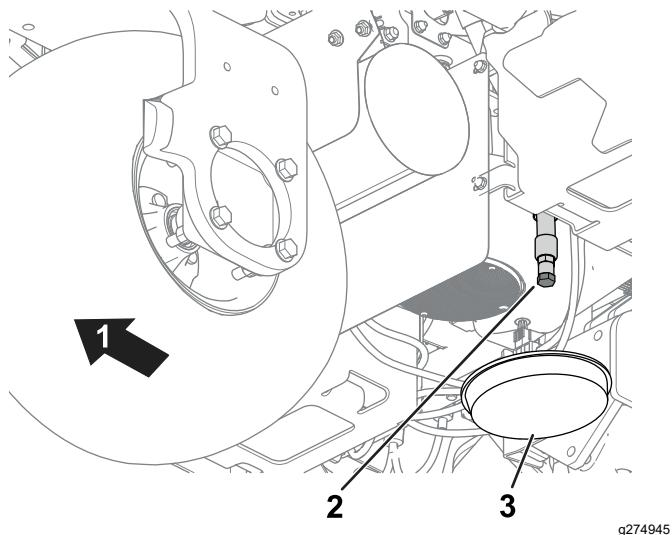

Figure 40
1. Retirez le bouchon de vidange (Figure 40) et laissez couler l'huile dans un bac de vidange.
2. Nettoyez le filetage du bouchon de vidange et remettez le bouchon en place (Figure 40).